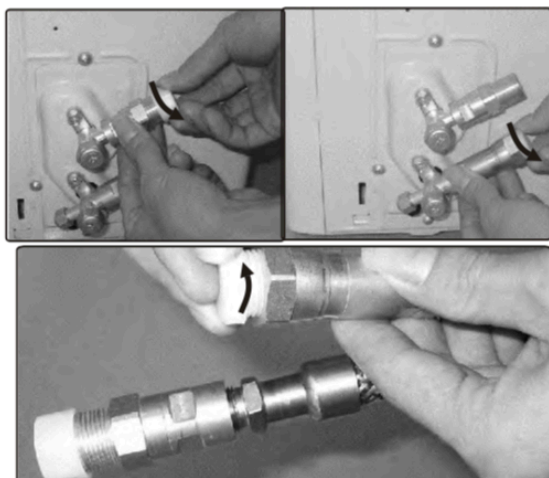

Fig.6.2
2. Ne retirez les joints en plastique de l'unité extérieure et des conduites de réfrigérant correspondantes qu'au dernier moment, juste avant de les raccorder. Fig. 6.2.